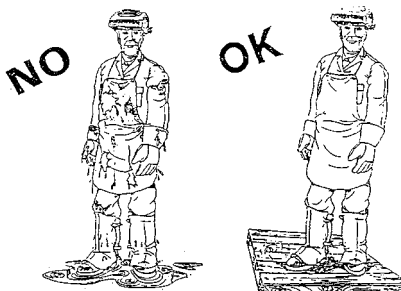

Fig.7
- Reforzando la protección individual, el aislamiento del suelo y de la pieza a soldar por el operador (Fig. 7).